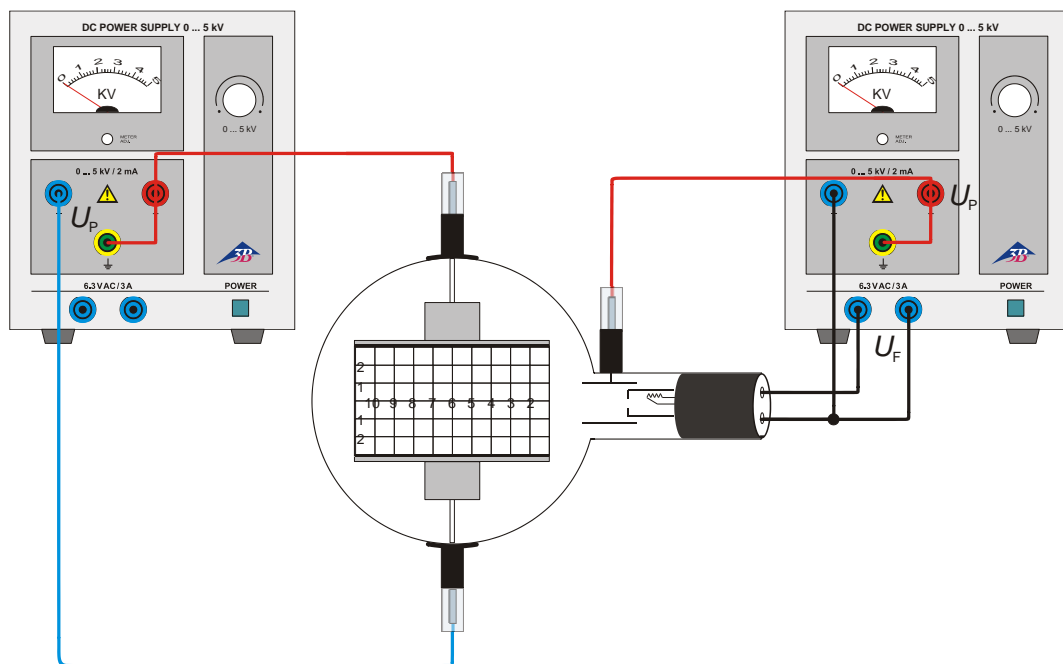

Fig. 3 Déviation électrique
- Procédez au câblage du tube comme le montre la figure 3. Branchez le pôle négatif de la tension anodique à la prise de 4 mm marquée du signe « moins » sur le col du tube.
- Montez l'expérience comme le montre la fig. 3.